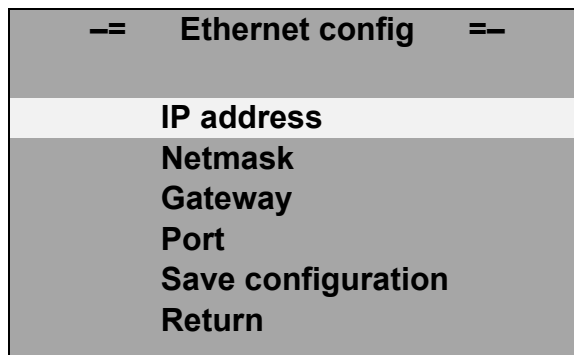

Рисунок 3.7
3.4.5 Меню **«Ethernet config»** предназначено для настройки интерфейса связи с компьютером и состоит из следующих команд (рисунок 3.7):